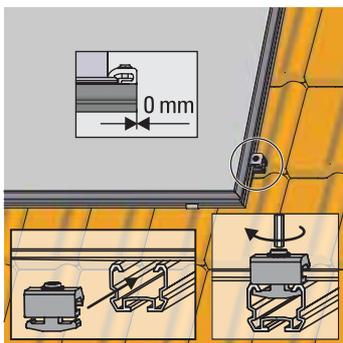

Figura 3-18 Controllare la posizione di montaggio corretta, inserire la piastrina di bloccaggio singola nella guida di montaggio inferiore e avvitare saldamente
4. Spostando lateralmente il collettore piano, disporlo di fronte alle due estremità esterne di sinistra delle guide profilate di montaggio finché la distanza tra il profilo del collettore e il bordo esterno delle guide non è di ca. 25 mm (Figura 3-18). Spingere la piastrina di bloccaggio singola lateralmente nella guida profilata di montaggio (bordo a filo) e avvitare saldamente con una chiave a esagono cavo (Figura 3-18).